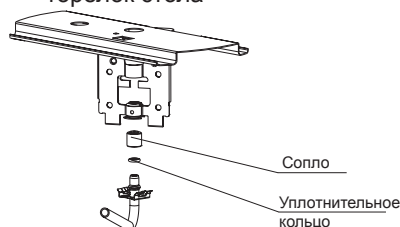

рис. 12
17.1. Проведение замены сопла при ремонте, а также при переводе на другой тип газа (рис.12, 13)
6. Снять установленные сопла, для этого отверткой необходимо отсоединить металлическую защелку от отбортовки гнезда держателей сопла и вывести газоподводящую трубку вместе с соплом из гнезда, затем снять сопло с трубки газа (рис.12). Резиновые уплотнительные кольца рекомендуется оставить на трубках.